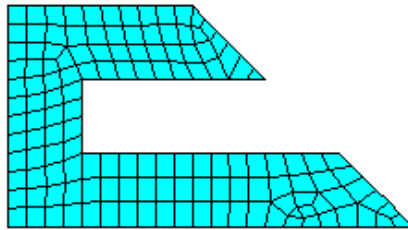

图11.33 对砂模进行网格划分
(14) 单击工具栏上的 **SAVE\_DB** 按钮，保存模型。
(15) 单击 Main Menu>Preprocessor>Meshing>Size Cntrl>ManualSize>Global>Size 菜单，弹出【Global Element Sizes】对话框，在【Element edge length】文本框中输入【1】，然后单击【OK】按钮。
(16) 单击 Main Menu>Preprocessor>Meshing>Mesh>Areas>Free 菜单，弹出图形拾取对话框，然后选择砂模 (A5)，单击【OK】按钮，完成砂模的网格划分。如图 11.33 所示。